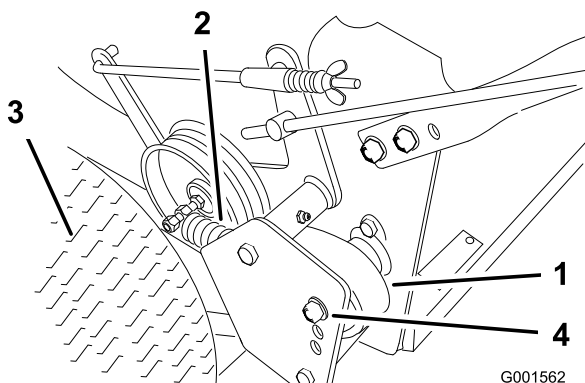

Figura 31
1. Retire el pasador de horquilla que sujeta la varilla del freno al brazo del freno para aliviar la tensión en la polea tensora de la correa (Figura 31).
2. Retire el perno inferior y afloje los pernos superiores del protector para poder girarlo y facilitar el acceso a la correa (Figura 31).
3. Eleve la correa, desacóplela de la polea tensora y retírela de la polea de transmisión (Figura 31).
6. Sujete el deflector con los pernos retirados anteriormente, y apriete los pernos (Figura 31).
7. Sujete la varilla del freno al brazo del freno con un pasador de horquilla (Figura 31).